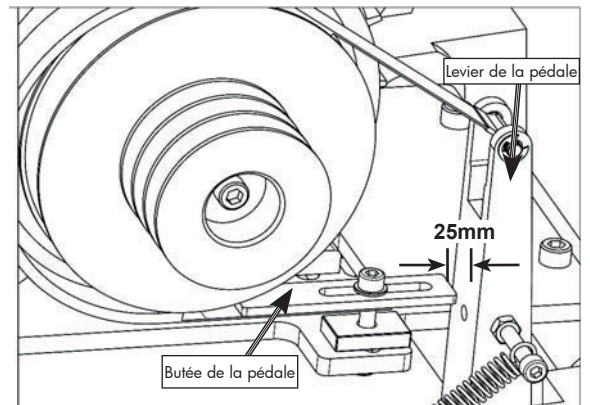

Fig. 93 Réglage de la course pédale de frein
5. Enlevez la butée de la pédale illustrée sur la figure 93.